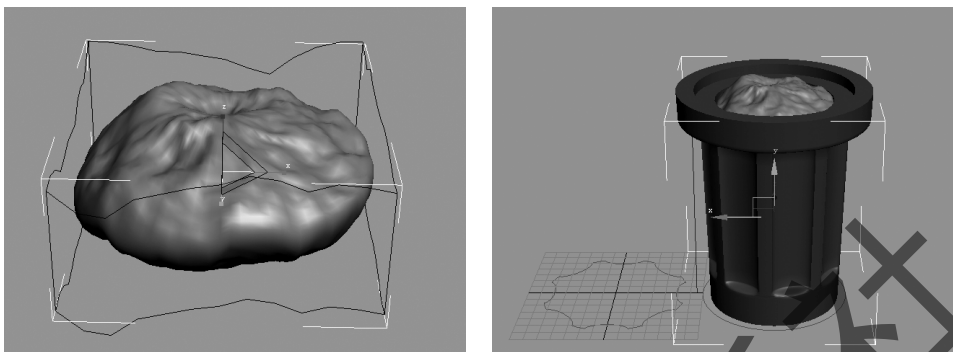

图 4-59 缩放球体
Step34: 使用缩放工具对球体进行沿 Z 轴压缩, 并将其放入垃圾口中, 如图 4-59 所示。